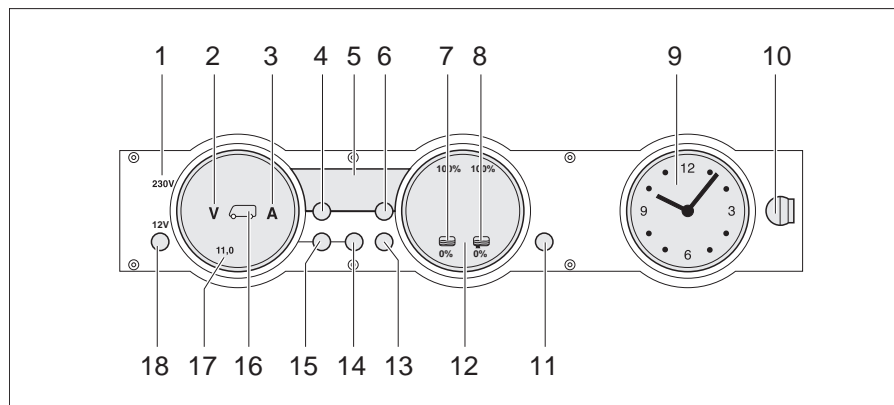

Bild 170 Panel MP 20-T
Die 230-V-Kontroll-Leuchte (Bild 170,1) leuchtet, wenn am Eingang des Elektroblocs Netzspannung vorhanden ist.
Der 12-V-Hauptschalter (Bild 170,18) schaltet das Panel und die 12-V-Versorgung des Wohnraums ein und aus.
Einschalten: ■ Taste "12 V" (Bild 170,18) kurz drücken. Die 12-V-Versorgung des Wohnraums ist eingeschaltet. Die Kontroll-Anzeige "12 V" leuchtet.
▷ Wenn nach dem Einschalten die LED "11,0" der Voltanzeige sowie das Symbol Volt "V" (Bild 170,2) im Anzeigeelement Batterien (Bild 170,17) blinken, dann ist die Spannung der Wohnraumbatterie zu gering. Batterie laden.
▷ Wenn nach dem Einschalten die Kontroll-Anzeige "12 V", das Symbol Wohnraumbatterie (Bild 170,16) und das Symbol Volt "V" (Bild 170,2) dreimal blinken, dann ist die Batterietrennung aktiviert. Batterietrennung deaktivieren.
Ausschalten: ■ Taste "12 V" (Bild 170,18) kurz drücken. Die 12-V-Versorgung des Wohnraums ist ausgeschaltet. Die Kontroll-Anzeige "12 V" erlischt.
- Taste Wohnraumbatterie (Bild 170,14) drücken und ca. 10 Sekunden lang gedrückt halten. Die Symbole Volt "V" (Bild 170,2) und Ampere "A" (Bild 170,3) blinken dreimal. Die Wohnraumbatterie ist vom 12-V-Bordnetz getrennt.
- Taste "12 V" (Bild 170,18) drücken und ca. 5 Sekunden lang gedrückt halten. Das Symbol Volt "V" (Bild 170,2) blinkt dreimal. Die Wohnraumbatterie ist mit dem 12-V-Bordnetz verbunden. Die Kontroll-Anzeige leuchtet nach ca. 2 Sekunden.
- Taste Wohnraumbatterie  (Bild 170,14) drücken. Das Symbol Volt "V" (Bild 170,2) leuchtet. Das Symbol Ampere "A" leuchtet je nach Ladung oder Entladung weiß bzw. rot. Die Batteriespannung und der Strom der Wohnraumbatterie werden über die LEDs im Anzeiginstrument angezeigt.
- Taste Starterbatterie  (Bild 170,15) drücken. Das Symbol Volt "V" (Bild 170,2) leuchtet. Die Batteriespannung der Starterbatterie wird über die LEDs im Anzeiginstrument angezeigt.
- Taste Tanks  (Bild 170,13) drücken. Die Symbole Wassertank  (Bild 170,7) und Abwassertank  (Bild 170,8) leuchten. Die Füllstände des Wassertanks (linke Skala) und des Abwassertanks (rechte Skala) werden über die LEDs im Anzeigeeinstrument angezeigt.
Das Symbol Volt "V" (Bild 170,2) und die LED "11,0" blinken, sobald die Spannung der Batterie 11 V (Messung bei laufendem Betrieb) unterschreitet und damit Tiefentladung droht.
Das Symbol Wassertank  (Bild 170,7) oder das Symbol Abwassertank  (Bild 170,8) blinkt, wenn der Wassertank leer oder der Abwassertank voll ist.
Über die Digitalanzeige (Bild 170,5) lassen sich die Innentemperatur und die Außentemperatur anzeigen.
- Taste Innentemperatur  (Bild 170,4) drücken. Die Innentemperatur wird angezeigt.
- Taste Außentemperatur  (Bild 170,6) drücken. Die Außentemperatur wird angezeigt.